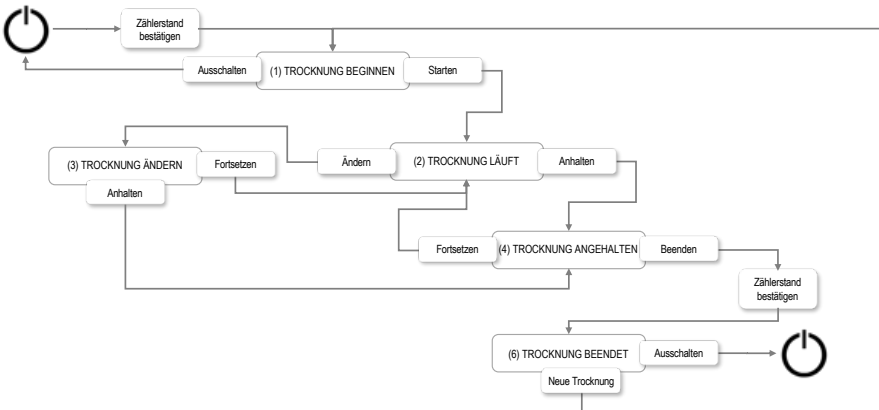

Abbildung 6. Menü-Führung über das Display der HyDry® Box.
Die Menü-Führung für eine Trocknung ist schematisch in Abbildung 6 dargestellt. Nach dem Anschließen der Box an die Stromversorgung wird diese über den On/Off-Button eingeschaltet. Der Anfangszählerstand wird bestätigt, sodass im Screen (1) TROCKNUNG BEGINNEN die Parameter für die neue Trocknung gesetzt werden können. Durch Drücken des Startbuttons wird die Trocknung gestartet. Über Anhalten und Beenden wird zuerst der Zählerstand abgefragt und dann die Trocknung abgeschlossen. Über Ausschalten kann die Box wieder in den Standby-Zustand versetzt werden und der Stecker gezogen werden.